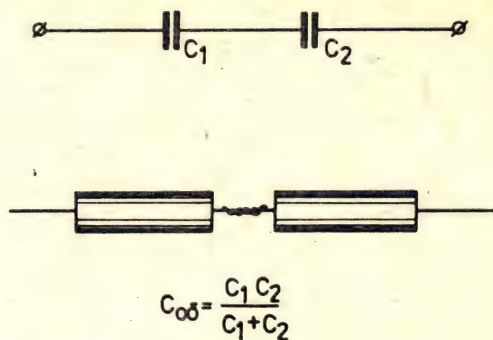

Рис. 9.7. Последовательное соединение конденсаторов
**б) Последовательное соединение.** В этом случае (рис. 9.7) значение общей